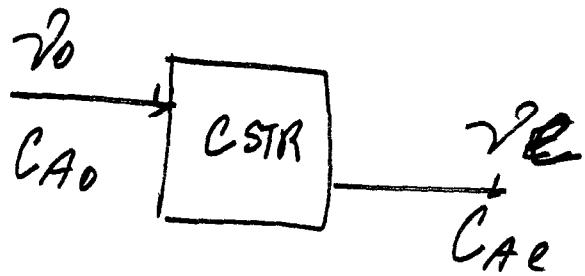

Fig. 1
L'eqn. (14) coincide con l'espressione di C_{AE} che si ottiene per il reattore di Fig. 1 (pg. 5.2). Infatti dal bilancio materiale si ricava: